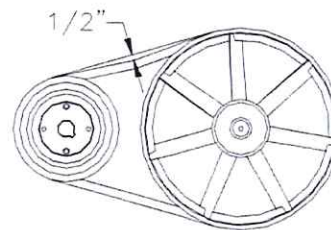

Figura 14
7. Verifique que la tensión de la correa sea adecuada. (Figura 14)